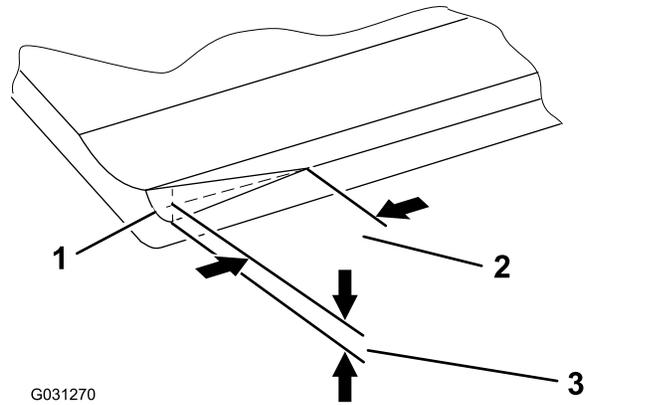

図 21
**注** ベッドナイフの両端部にある面取り部(図 21)は、ベッドナイフの寿命の40%が経過すると無くなりますので、面取り部の再生が必要になります。